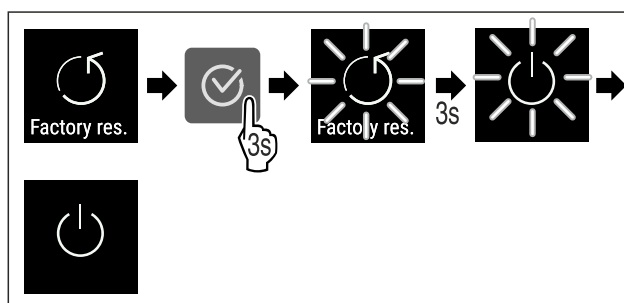

Fig. 102
- ▶ Proveďte akční kroky (viz Fig. 102) .